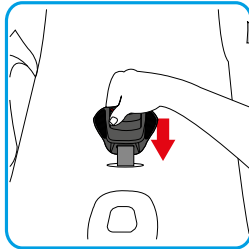

Abbildung 5
- Fassen Sie die Unterseite der Metallplatte und legen Sie sie senkrecht um (Abb. 5).
- Fassen Sie die Unterseite der Metallplatte und legen Sie sie senkrecht um (Abb. 5). Führen Sie sie durch die Öffnung heraus.